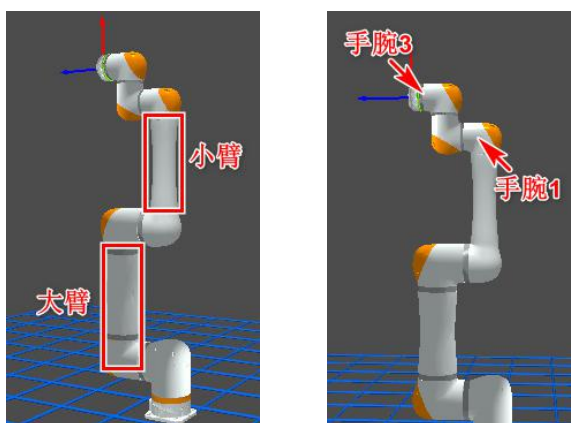

图 3-11 机器人本体
- (1) 机器人大臂、小臂不能平行，需要一定的角度（ 10° 以上），见图 3-11（左）。
- (2) 机器人#1 手腕、#3 手腕不能平行，需要一定的角度（ 20° 以上），见图 3-11（右）。